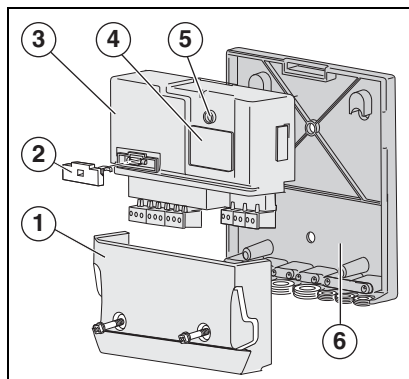

Рис. 1 Обзор EM10
**Светодиодная сигнализация на модуле EM10-Modul (→ рис. 1, [5])**